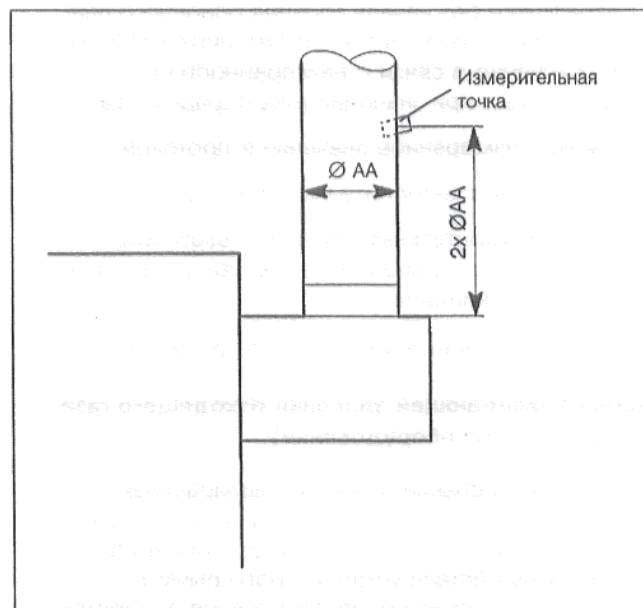

Рис. 22: Измерительная точка в трубе отходящего газа
- Выполнить в трубе отходящего газа отверстие на расстоянии прил. 2 x \varnothing AA за предохранителем потока на стороне, обращенной от котла (Рис. 22).